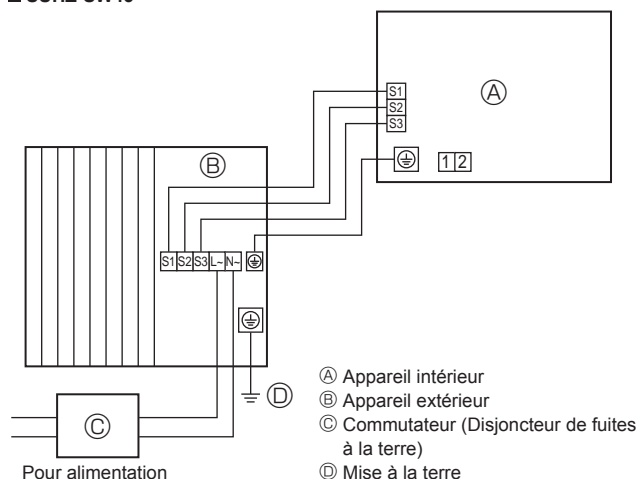
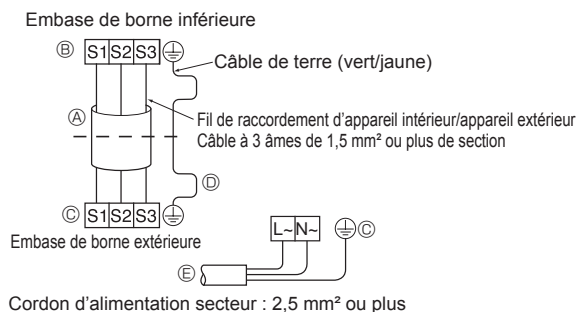
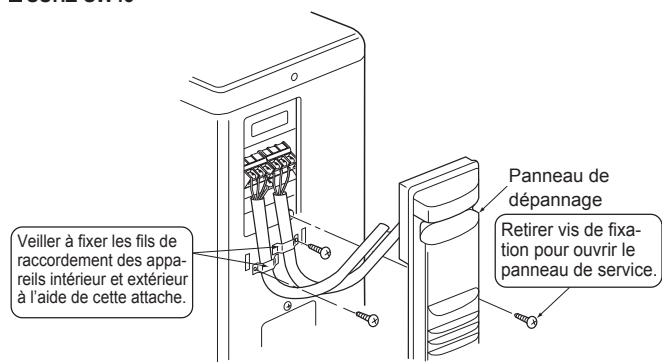

Fig. 6-1
Fig. 6-2
Fig. 6-3
6.1. Appareil extérieur (Fig. 6-1, Fig. 6-2, Fig. 6-3)
- ① Déposez le panneau de service.
- ② Raccordez les câbles conformément aux Fig. 6-1, Fig. 6-2 et Fig. 6-3.
- Effectuez le câblage selon le diagramme en bas et à gauche. (Veuillez vous procurer le câble localement) (Fig. 6-2)